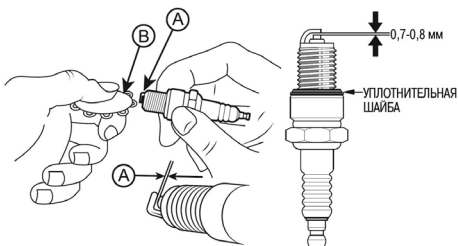

Рис. 22 Проверка зазора между электродами
5. Измерьте зазор А между электродами свечи зажигания специальным щупом В. Зазор А должен быть 0,7-0,8 мм (Рис. 22). При увеличении или уменьшении требуемого зазора, рекомендуется заменить свечу, так как регулировка зазора может привести к изменению качества искрообразования.